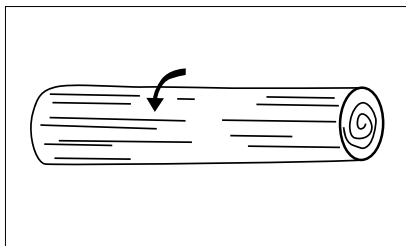

Рис. 20
1. В случае когда ствол находится на опорах по всей длине, ведите цепную пилу сверху вниз и одновременно с этим следите, чтобы цепь не врезалась в землю (рис. 20).